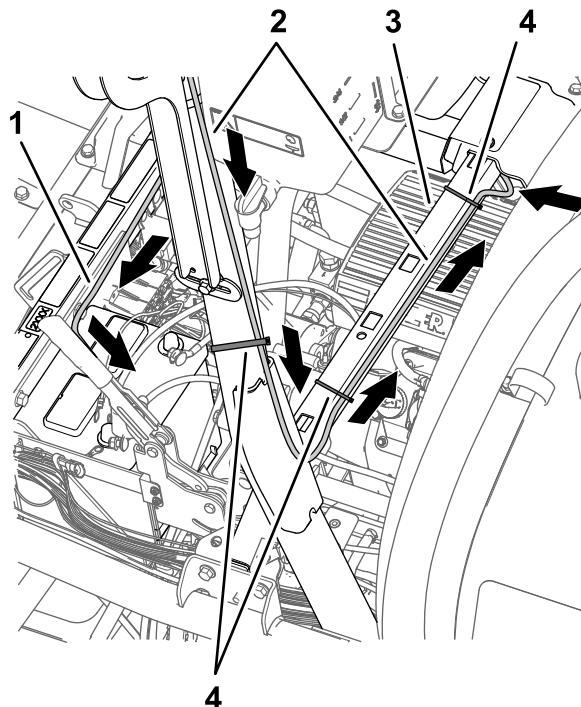
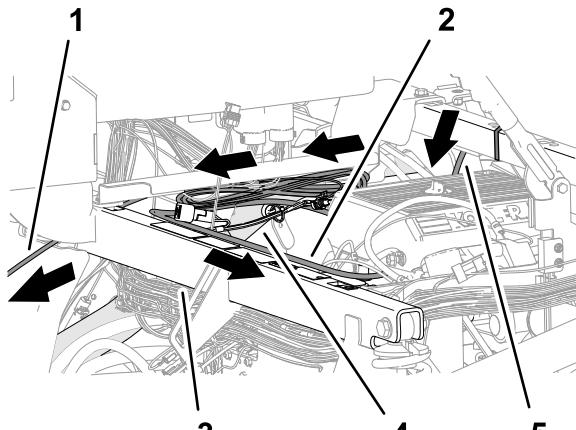

Figure 203
Figure 205
1. Acheminez le faisceau de données et le faisceau de batterie vers le bas à l'arrière du tube vertical gauche de l'arceau de sécurité jusqu'à la traverse du support de siège (Figure 203).
2. Attachez la branche de 390 cm du faisceau de données du récepteur de navigation à l'arceau de sécurité, comme montré à la Figure 203.
5. Acheminez le faisceau de données et le faisceau de batterie sur la traverse du support de siège et attachez la branche de 390 cm du faisceau de données à la traverse avec 2 serre-câbles (Figure 203 et Figure 205).
6. Acheminez la branche de 220 cm du faisceau de batterie le long du tube de cadre supérieur droit (Figure 205).
7. Acheminez la branche de 220 cm du faisceau de batterie sur le tube de support amortisseur vers la batterie (Figure 205).
8. Acheminez la branche de 220 cm du faisceau de données (branche dotée du connecteur à 26 douilles) sous la console de commande et vers l'avant en direction de la planche de bord (Figure 205).